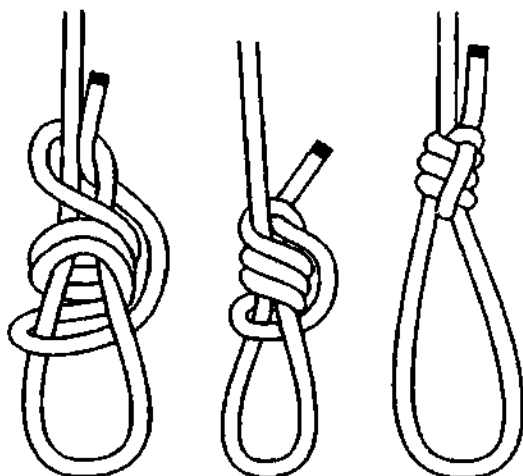

Рис. 384. Вариант завязывания *акульского узла*.
*Акулий узел* можно связать несколько иначе. Прежде чем закончить вязку, ходовой конец можно продеть внутрь рабочей петли и пропустить параллельно коренному концу (рис. 384). Этот узел называется *висельный узел*.